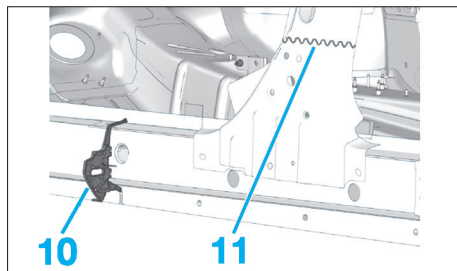

FIG. 88
- 4 cordons MIG de 25 mm (9),
- par points bouchons (8).
- Positionner l'insert (10) (Fig.88).
- Appliquer une colle de calage zone (11).